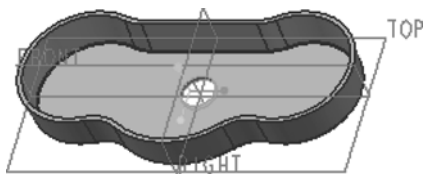

图 4-91 完成的一个孔特征
- 6 在“孔”选项卡中单击“完成”按钮，完成的孔特征如图 4-91 所示。